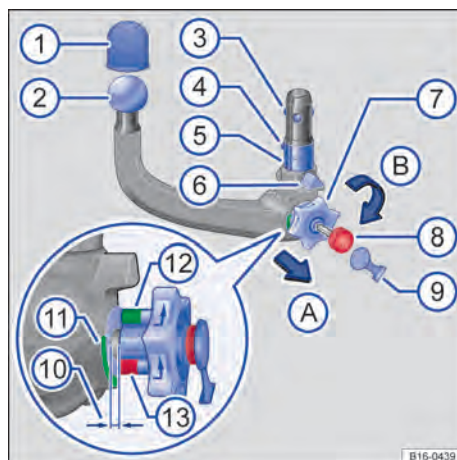

Fig. 171 Vista geral: rótula de engate removível.
Legenda para Fig. 171
- Verificar se o alojamento, o manípulo → Fig. 171 ⑦, a haste ⑤ e as esferas de travamento ③ da rótula de engate estão limpos e sem danos → ①. Se necessário, limpar.
- Pegar o gargalo da cabeça esférica, abaixo da cabeça esférica → Fig. 171 ② com uma das mãos.
- Retirar a cobertura da fechadura ⑨ da fechadura e colocar a chave ⑧ na fechadura.
- Girar a chave ⑧ no sentido horário.
- Com a outra mão, remover o manípulo ⑦ no sentido da seta 1 e segurar nessa posição → ▲.
- Girar o manípulo ⑦ no sentido da seta 2 até que ele engate. Agora, a rótula de engate está apertada. Para isso, a marcação vermelha ⑬ do manípulo deve apontar para a marcação verde ⑪ na rótula de engate. O manípulo deslaca-se visivelmente da rótula de engate. Há um espaço de aproximadamente 4 mm ⑩.
- Verificar se todas as esferas de travamento ③ podem ser completamente travadas dentro do eixo ⑤.
- Pressionar a rótula de engate com força para cima, até que ela se encaixe. Ambas as centralizações → Fig. 171 ⑥ devem se encaixar nos alojamentos no veículo.
- Agora, o manípulo ⑦ se encontra em sua posição original. Não há mais uma abertura entre o manípulo e a rótula de engate.
- Girar a chave ⑧ no manípulo no sentido anti-horário e retirar.
- Não deve mais ser possível girar o manípulo ⑦ ou puxar o manípulo para fora.
- Colocar a cobertura da fechadura ⑨ sobre a fechadura e colocar a chave na ferramenta de bordo.
- A marcação verde → Fig. 171 ⑫ no manípulo aponta para a marcação verde ⑪ na rótula de engate.
- O manípulo ⑦ deve estar encostado na rótula de engate e não pode haver nenhuma folga.
- Movimentar ou puxar a rótula de engate ② com força para baixo. Ela deve estar firme no alojamento → ▲.
- A fechadura deve estar trancada e a chave ⑧ deve estar removida.
- A cobertura da fechadura ⑨ deve cobrir a fechadura na alavanca de travamento.
- Nunca utilizar o dispositivo de reboque se o menor diâmetro da rótula → Fig. 171 ② for inferior a 49 mm.
- Retirar a cobertura da fechadura → Fig. 171 ⑨ da fechadura no manípulo.
- Colocar a chave ⑧ na fechadura e girar no sentido horário.
- Segurar a rótula de engate ② com uma das mãos → ⚠️.
- Com a outra mão, remover o manípulo ⑦ no sentido da seta 1 e segurar nessa posição.
- Girar o manípulo ⑦ no sentido da seta 2 até que ele engate.
- Segurar o manípulo ⑦ nesta posição e guiar a rótula de engate para baixo, para fora do alojamento. Agora, a rótula de engate está apertada.
- Soltar o manípulo ⑦ e guardar a rótula de engate pré-apertada de maneira segura junto com a ferramenta de bordo.